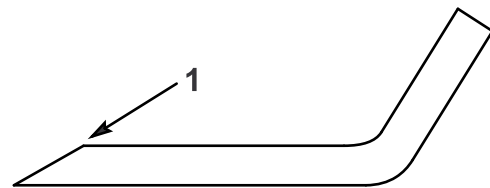

Figure 42
1. Au moyen d'une lime, aiguisiez les tranchants aux deux extrémités de chaque lame (Figure 42).